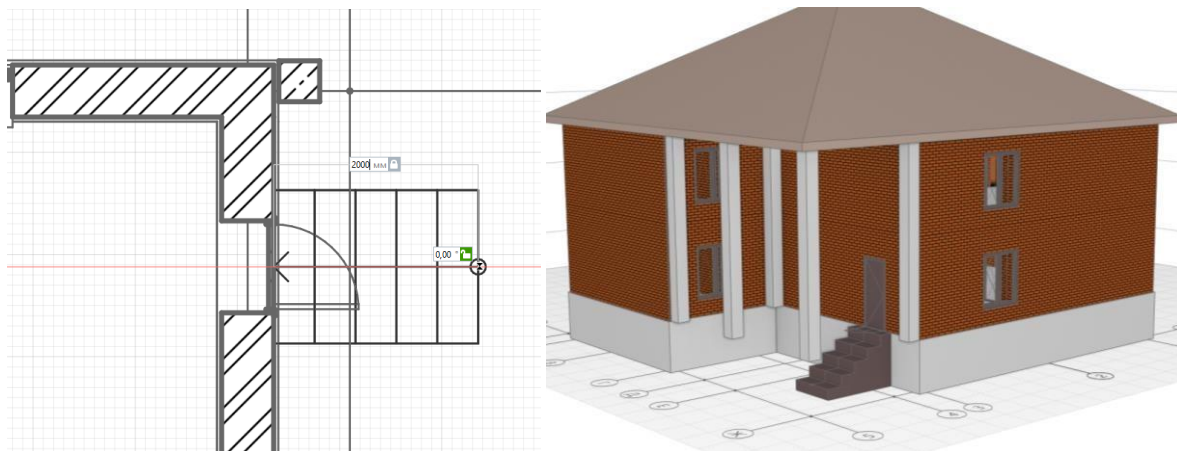

Рис. 6 Установка лестницы
3. Устанавливаем лестницу (рис. 6)